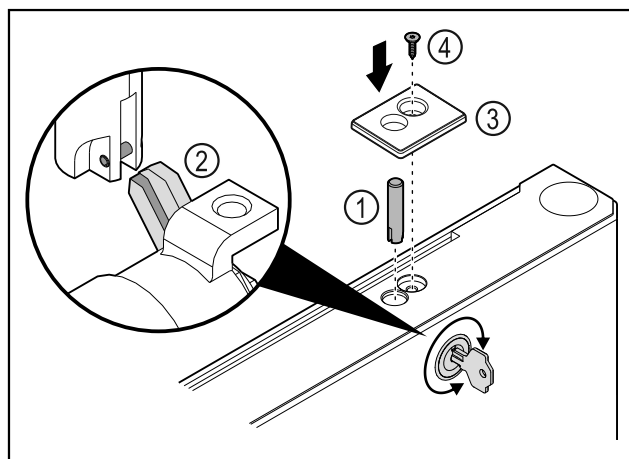

Fig. 46
- ▶ Aseta lukkopultti Fig. 46 (1) paikalleen.
- ▶ Kierrä lukkoa hiukan, jotta lukkopultti Fig. 46 (2) lukittuu lukon rakoon.
- ▶ Aseta suojus Fig. 46 (3) paikalleen.
- ▶ Aseta ruuvi Fig. 46 (4) paikalleen.